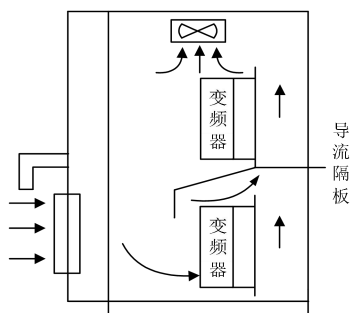
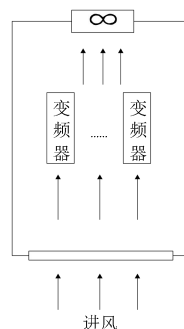

图 3-3 多台壁挂式变频器的安装 1
图 3-4 多台壁挂式变频器的安装 2
- 2) 对于多台壁挂式变频器的安装，如图 3-3、图 3-4 所示；如在同一垂直方向上下安装时，请注意中间应用导流隔板，如图 3-3 所示。